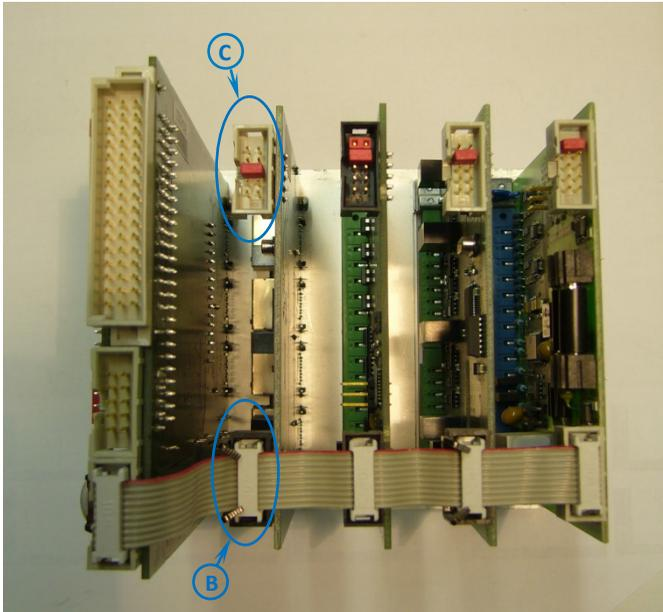

Fig. 5-6: Vista interior del panel porta tarjetas
- ▶ Asegúrese que la orientación de la tarjeta (arriba/abajo) es la correcta: En el lado opuesto, el conector de pins para la conexión al bus de I/O (con clip de retención) tiene que encontrarse abajo, en la parte posterior (⇒ Fig. 5-6, Posición B). El conector de pins para ajustar el número de tarjeta, se encuentra en la parte superior (⇒ Fig. 5-6, Posición C).
- C** Conector para ajustar el número de tarjeta (en Fig. 5-6: 4 tarjetas)